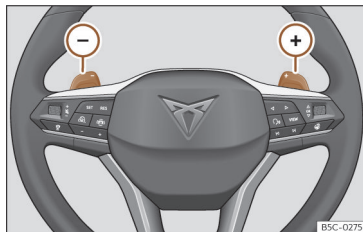

Fig. 124 Volante: alavancas para mudança automática de velocidades.
- Pressione a alavanca de mudanças (+) para engrenar uma velocidade mais alta >>> **Fig. 124**.